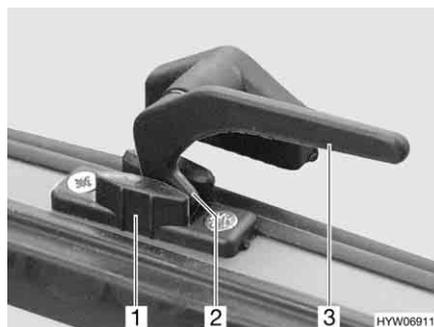

Fig. 84 Palanca de bloqueo en la posición de "ventilación continua"
- En la posición "ventilación continua" (Fig. 84)
- Girar todas las palancas de bloqueo (Fig. 84,3) un cuarto de vuelta hacia el centro de la claraboya.
- Girar de nuevo hacia atrás las palancas de bloqueo. El saliente de bloqueo (Fig. 84,2) se ha de introducir para ello en el rebaje del bloqueo de la claraboya (Fig. 84,1).